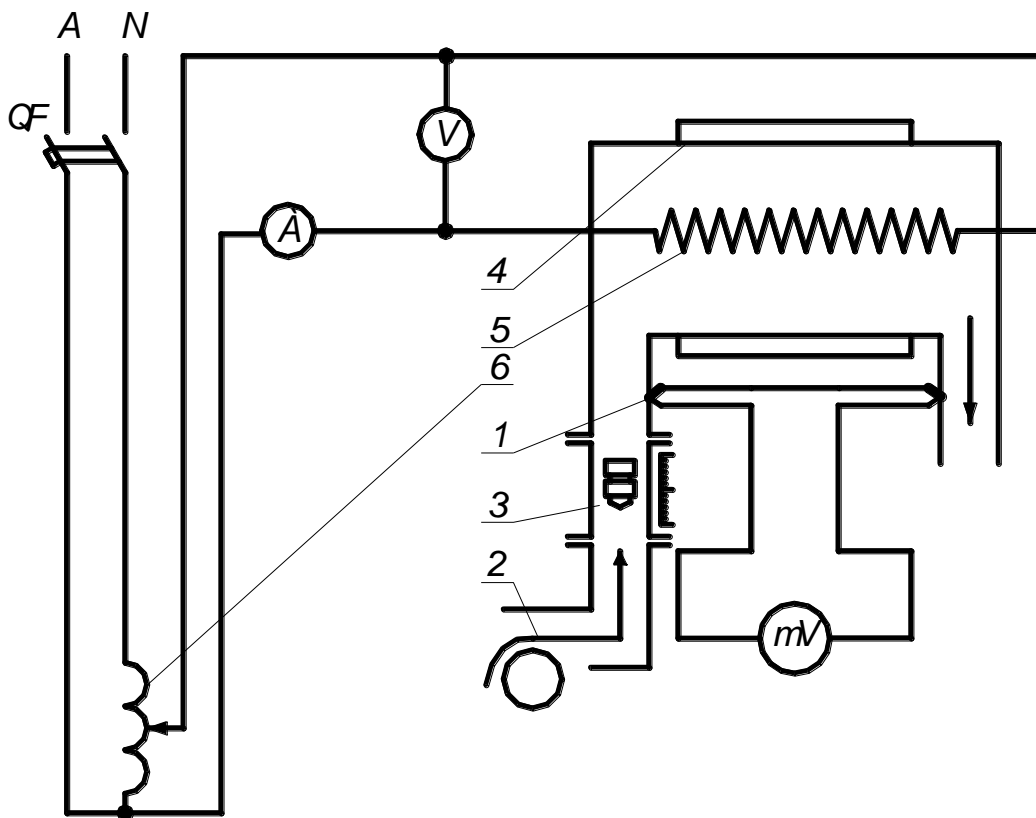

Рисунок 1 – Установка для определения средней теплоемкости воздуха
Основными элементом экспериментальной установки является проточный калориметр (рисунок 1). Он состоит из стеклянной трубки, в которой смонтирован электронагреватель 5. Для уменьшения потерь теплоты в окружающую среду калориметр окружен стеклянной оболочкой 4. Воздух из пространства между калориметром и оболочкой удален.
- 3 Рисунок 1 и таблицу 1.